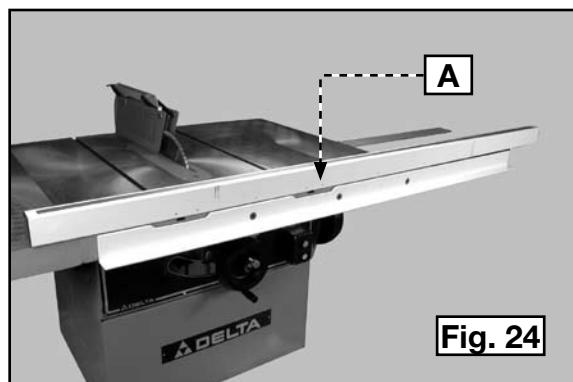
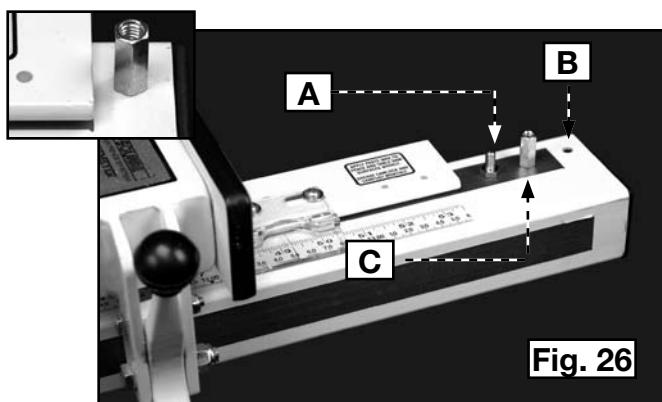

Fig. 24
Fig. 26
- Mettre le tube de guidage (A) fig. 24, sur la table de scie. Aligner les neuf (9) trous filetés avec les trous pratiqués dans la pièce d'appui avant.
- Positionner le tube de guidage sur le rail avant. Fixer le tube de guidage à l'aide des neuf (9) boulons à tête hexagonale de 1/2 po et des rondelles de blocage.
- Insérer un boulon (A) fig. 26, dans le trou (B) logé à l'extrême droite du tube de guidage. Enfiler l'écrou de retenue (C) sur le boulon (voir le médaillon - fig. 26)